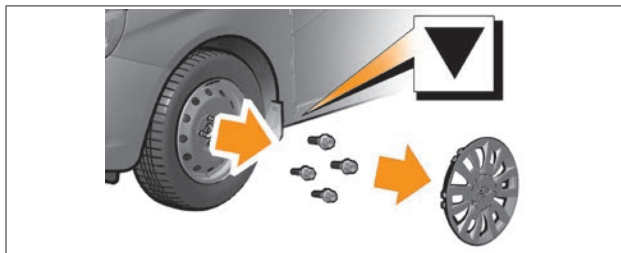

Рис. 2. Замена колеса
- снимите колпак колеса (**в варианном исполнении**), см. рис. 2;
- места установки домкрата **в варианном исполнении** обозначены специальными метками на порогах (рис. 2);